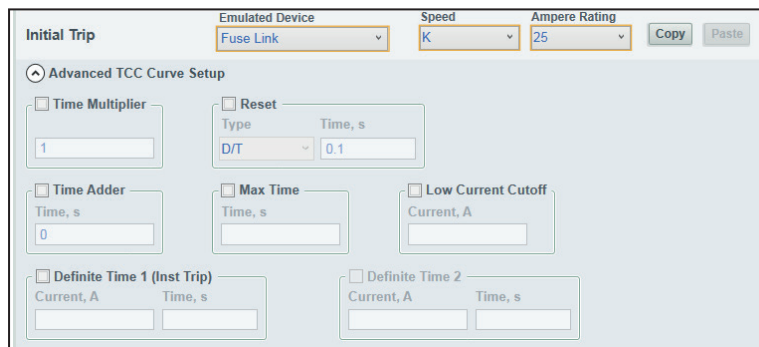

Figura 96. Ajuste Avanzado de Curva TCC cuando se selecciona Eslabón Fusible bajo el Dispositivo Emulado.
**Advanced TCC Curve Setup (Ajuste Avanzado de Curva TCC)** (opcional). (Dé clic en las palabras para ampliar/colapsar área). Ver la Figura 96.